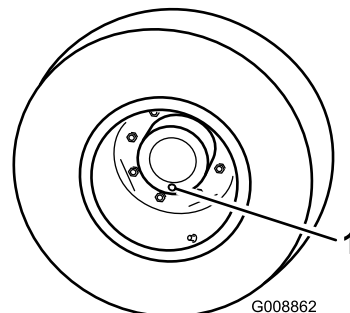

Figura 39
1. Coloque a máquina numa superfície nivelada e posicione a roda de forma a que um dos tampões de verificação se encontre na sua posição mais baixa (6 horas) (Figura 39).